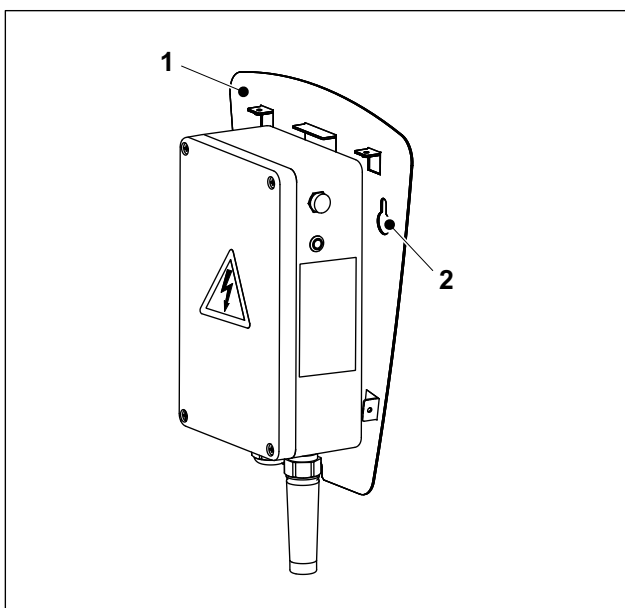

Abb. 3 Heidelberg Wallbox Home Eco, Anschraubplatte
4. Anschraubplatte (Abb. 3/1) der Wallbox in die drei Befestigungsschrauben einhängen (Langlöcher Abb. 3/2).